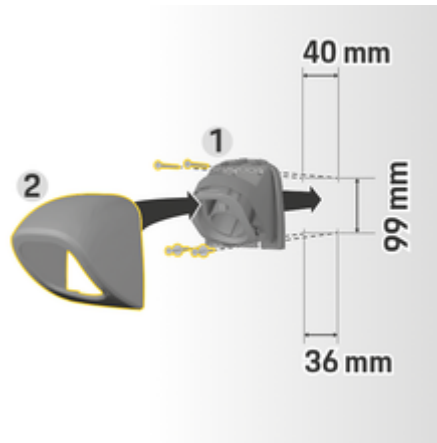

図. 245 ドリル寸法
1. コネクターファスナー 1 (図. 245) をカバー 2 (図. 245) から取り外します。
4. コネクターファスナー 1 (図. 245) を壁にネジ留めしてください。
5. カバー 2 (図. 245) をコネクターファスナー 1 (図. 245) に下から取り付け、押し上げてください。